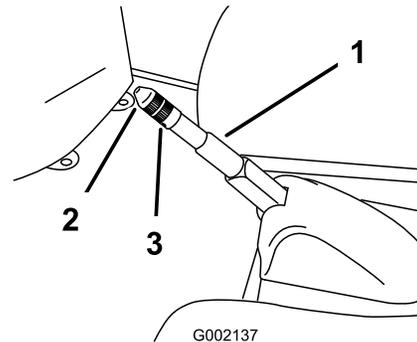

Figura 39
2. Afloje el tornillo de fijación que sujeta el pomo a la palanca del freno de estacionamiento (Figura 39).